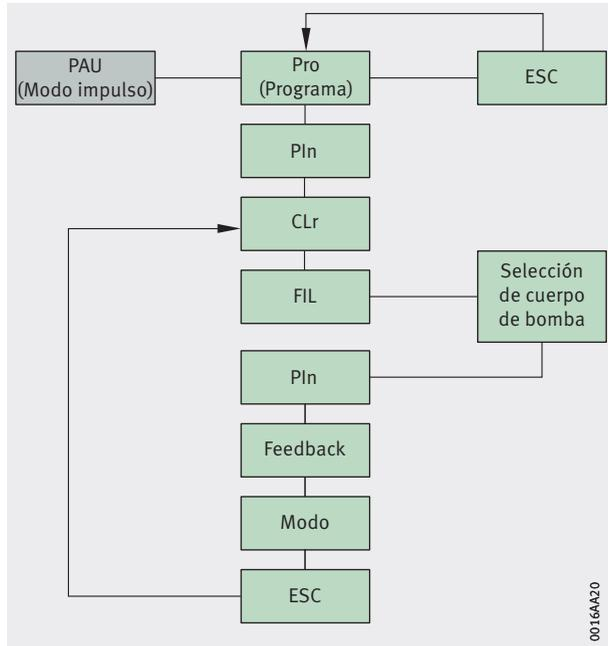

Figura 17
- control de impulsos mediante la conexión a una unidad de mando externa, *figura 17*, página 28.